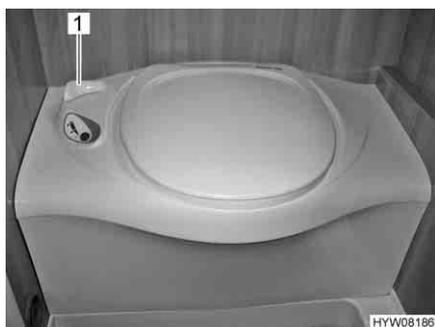

Fig. 174 Toilette Thetford
- Prima di tirare l'acqua, aprire il cursore della toilette Thetford. A tal fine ruotare la leva del cursore (Fig. 174,1) in senso antiorario.
- Dopo aver tirato l'acqua chiudere il cursore. Ruotare la leva del cursore (Fig. 174,1) in senso orario.